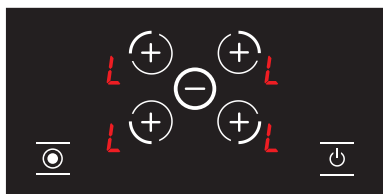

Abbildung 22
1. Wenn der Herd eingeschaltet und die Tastensperre aktiv ist, erscheint das Symbol  auf dem gesamten Bildschirm. (siehe Abb. 22) Wenn eine heiße Kochplatte vorhanden ist, werden die Symbole  und  abwechselnd auf dem Bildschirm angezeigt. Nur mit der  Taste kann der Herd ein- und ausgeschaltet werden.